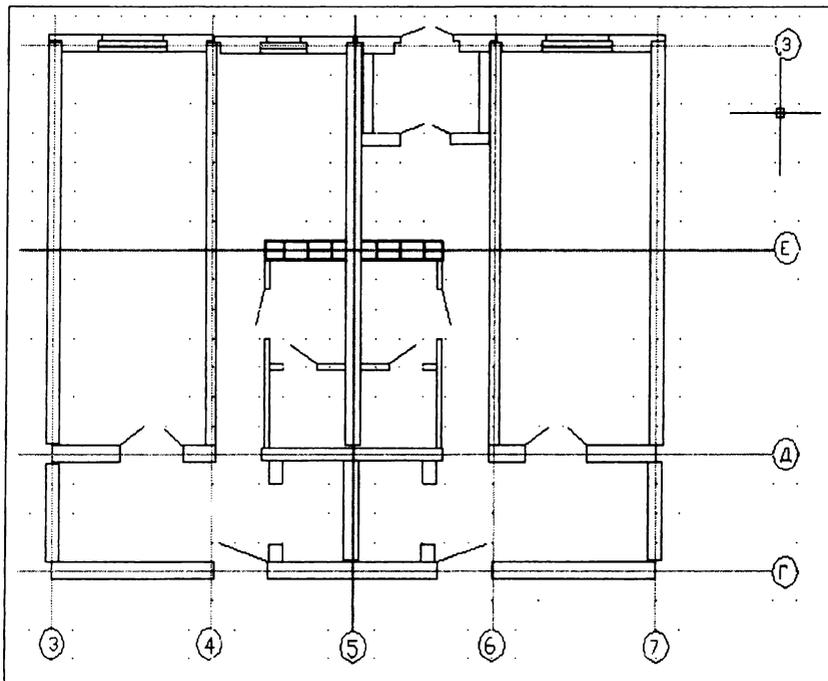

Рис. 4.8 Фрагмент плана дома
2. Начертите фрагмент плана первого этажа малоэтажного здания на листе шаблона А3 (см. задание к лаб. работе № 2) (рис.4.8). При построении объекта используйте полилинии разной толщины. Системной переменной FILL присвойте значение Off.